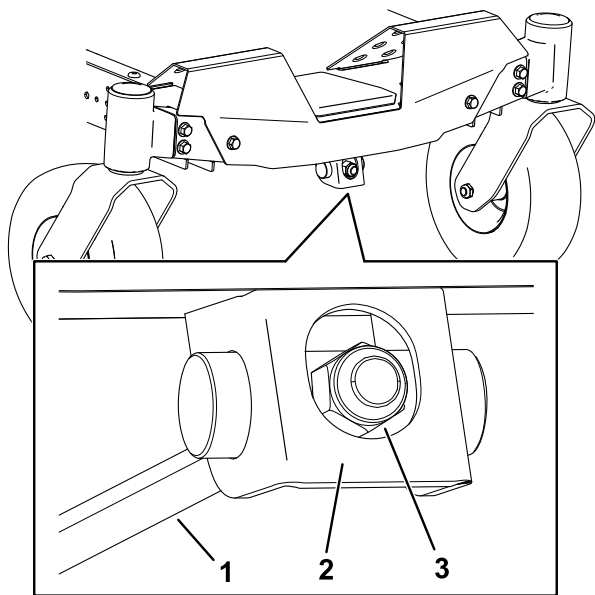

Figura 73
1. Gire la tuerca de ajuste de la parte delantera del cortacésped (Figura 73).